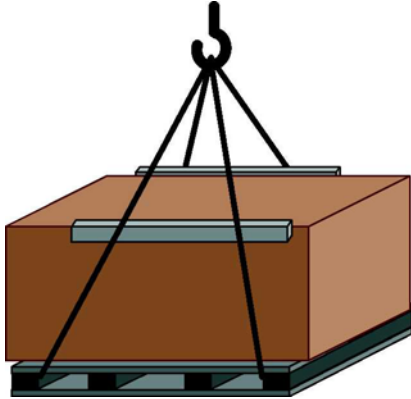

Abb. 16: Palettentransport mit Hebezeug
1. Anschlagmittel wie Seile, Gurte oder Mehrpunktgehänge gemäß Abb. 16 an der Palette anschlagen.